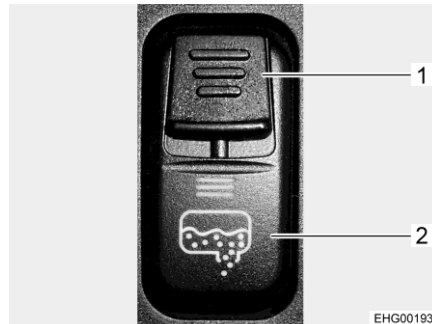

Fig. 211 Interruttore a bilico (scarico delle acque grigie)
- Spostare verso il basso il cursore di sicurezza (Fig. 211,1) sull'interruttore a bilico e, contemporaneamente, premere in basso l'interruttore a bilico (Fig. 211,2). In questo modo la valvola delle acque grigie viene aperta e il serbatoio delle acque grigie svuotato. Il LED si accende e resta acceso finché la quando la valvola delle acque grigie rimane aperta.